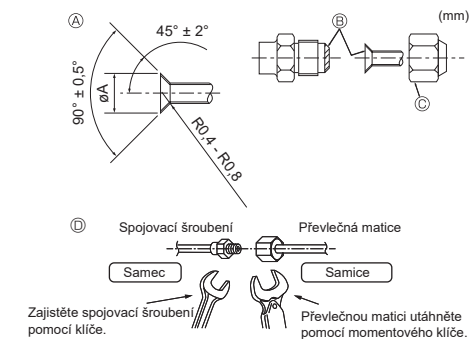

Fig. 4-1
Ⓐ (Fig. 4-1)
Ⓢ (Fig. 4-1)
4.2. Spojení potrubí (Fig. 4-1)